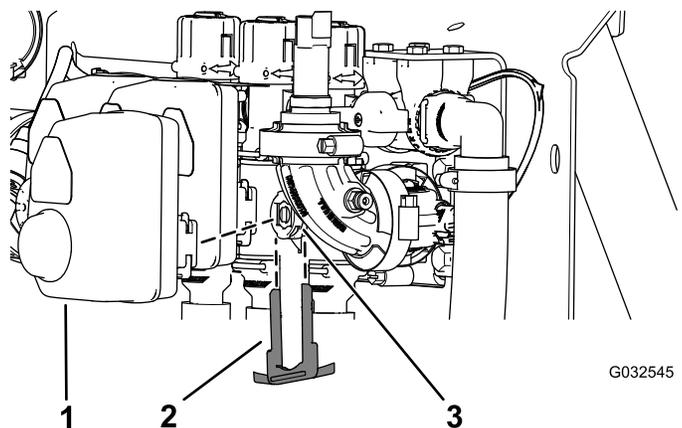

Figura 105
2. Rimuovete il fermo che fissa l'attuatore alla valvola del collettore per la valvola di sezione o dell'agitatore (Figura 105).